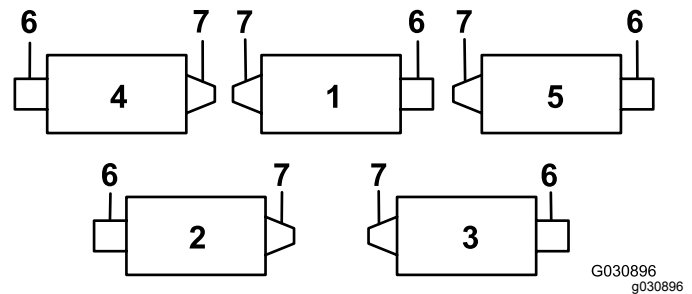
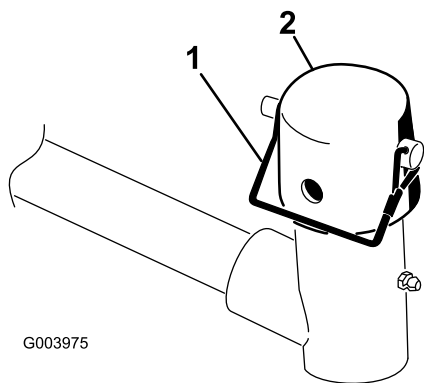

Figura 7
**Figura 9**
**Importante:** Sull'elemento di taglio n. 4 (anteriore sinistro) e n. 5 (anteriore destro), utilizzate i dadi di fissaggio della staffa dell'asta per montare le guide del flessibile sulla parte anteriore delle alette dell'elemento di taglio (Figura 7 e Figura 8). Le guide del flessibile devono essere inclinate verso l'elemento di taglio (Figura 8 e Figura 9).